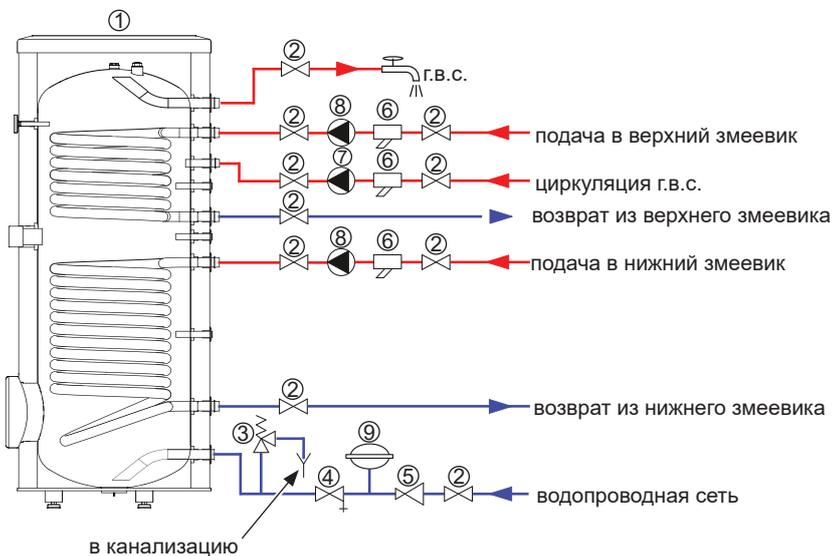

Рис. 9 Схема установки водонагревателя с двумя змеевиками MEGA SOLAR.
Подключение нагревательной и водопроводной систем необходимо выполнить согласно монтажной схеме (**Рис. 9**).
Чтобы минимизировать утечку воды из предохранительного клапана, связанную с тепловым расширением жидкости, рекомендуется устанавливать подходящий расширительный бак на подаче холодной воды (Рис. 9 п. 9).
3. Перекрыть подачу водопроводной воды и слить часть воды из водонагревателя спускным клапаном (Рис. 9 п. 4).
4. Снять крышку корпуса вместе с теплоизоляцией (1).
5. Отвинтить заземляющий провод анода (2).
6. Вывинтить изношенный магниевый анод (3).
4. Перекрыть доступ хозяйственной воды и опорожнить бак через спускной клапан (Рис. 9 п. 4).